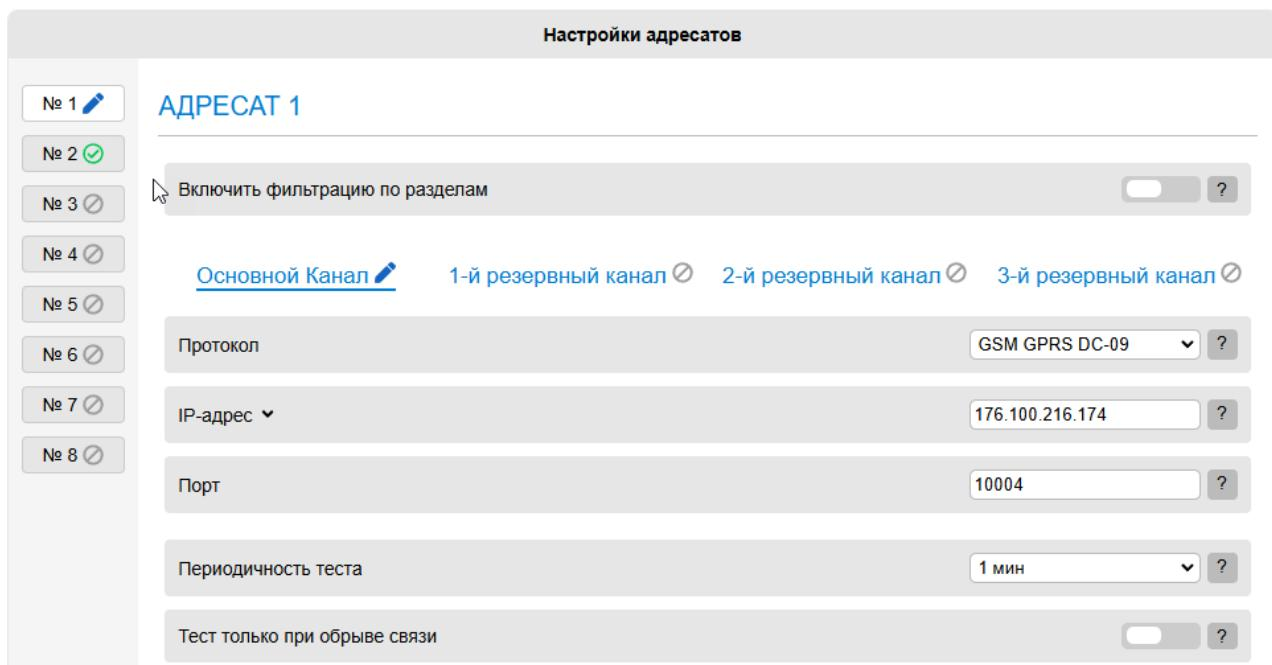

Рисунок 2-60 Настройки канала GPRS в ПОО «C2000-PGE»
7. В настройках протокола укажите динамический IP адрес и номер порта, по которому будет осуществляться обмен данными. Номер порта в настройках UDP подключения должен соответствовать номеру порта, указанному в настройках канала адресата «C2000-PGE» (Рисунок 2-60).